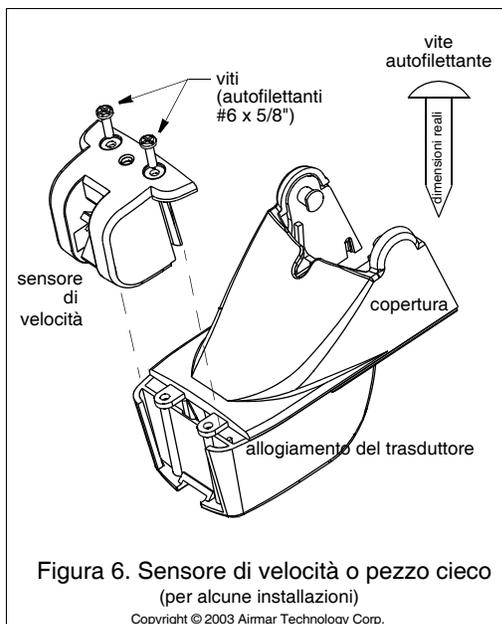

Figura 6. Sensore di velocità o pezzo cieco (per alcune installazioni)
1. Rimuovete le due viti che fissano il sensore di velocità all'alloggiamento del trasduttore (Figura 6).
5. Inserite le guide laterali del sensore di velocità o del pezzo cieco nelle scanalature sul retro dell'alloggiamento del trasduttore (Figura 6). Fatele scorrere verso il basso. Fissate il sensore di velocità o il pezzo cieco con due viti autofilettanti #6 x 5/8".